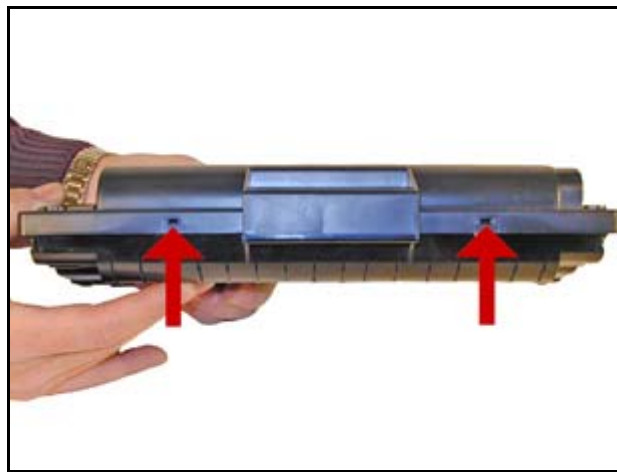

Fig. 5
3. Próximo a la manija del cartucho encontrará dos lengüetas adicionales. Suavemente presione las mismas para liberar completamente la tapa. Fig.5